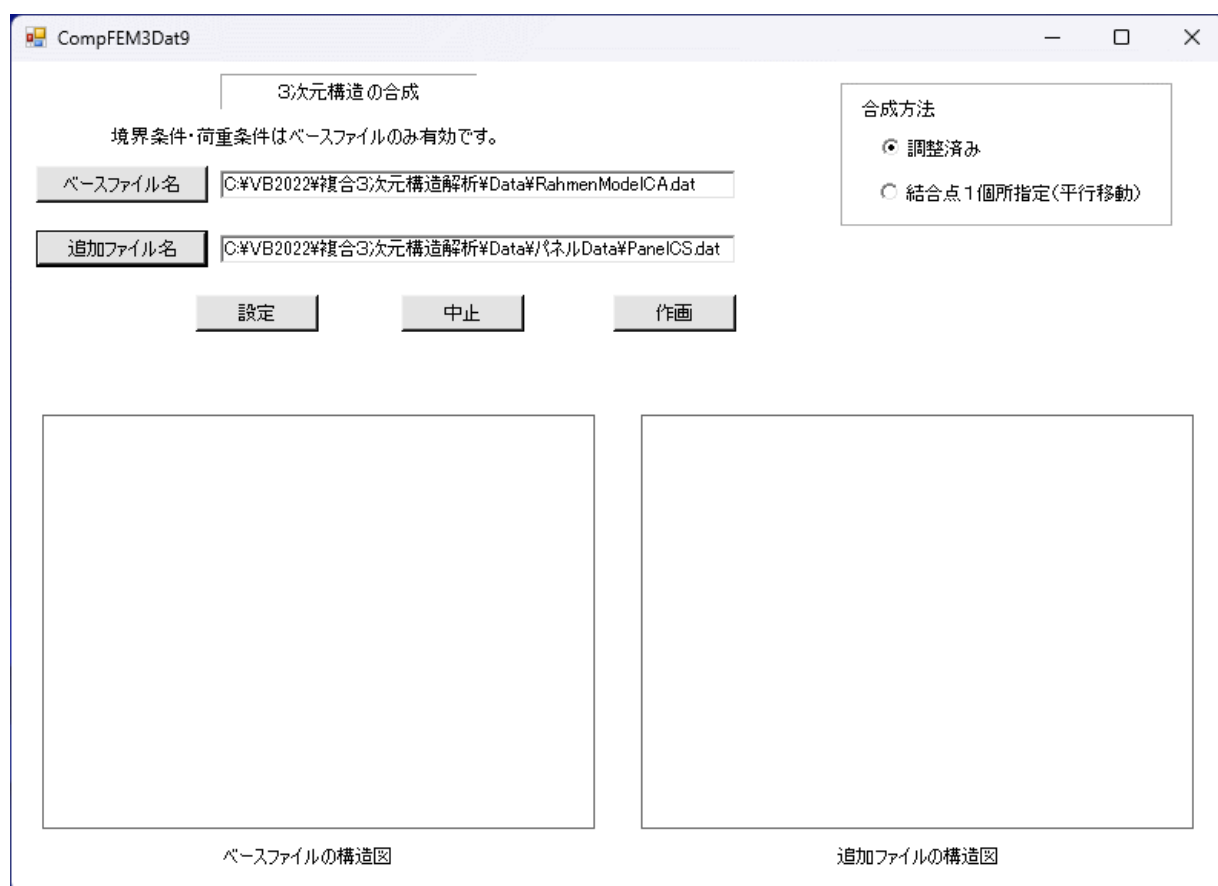
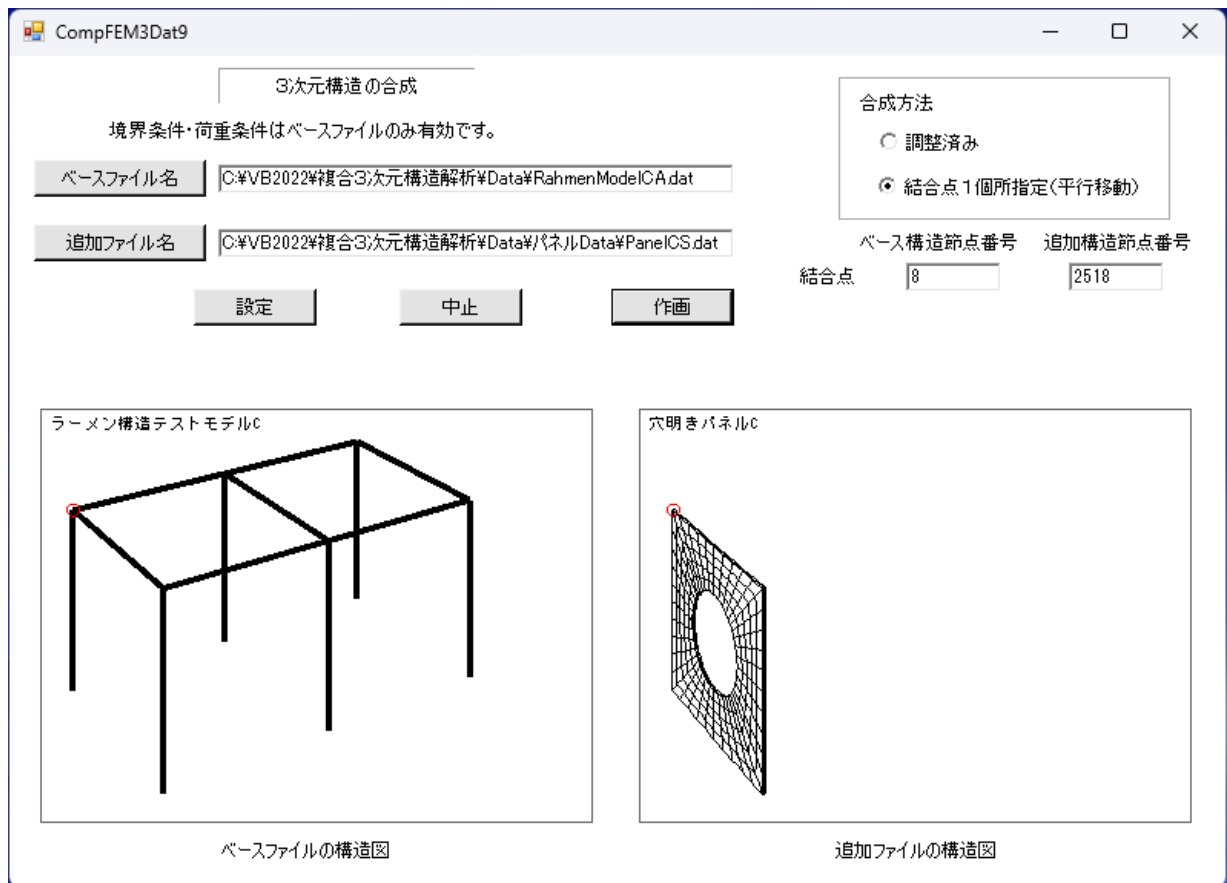

図4-2 合成ファイル設定画面（作画前）
図4-3 合成ファイル設定画面（作画有り）
1) サブメニューの「構造の合成」を選択すると、図4-2の合成ファイル設定画面となります。
- ①同画面で、ベースファイルと追加ファイルを設定します。「ベースファイル名」ボタン、または「追加ファイル名」ボタンをクリックすると、コモンダイアログでファイルを開く画面となり、それぞれの構造データファイルを選定して読み込みます。
節点どうして結合するということです。節点の指定は結合方法の下部に表示される結合点で行ないます（図4-3参照）。
- 2) 図4-2の画面で「作画」ボタンをクリックすると、図4-3のように2つの構造図が作画された画面となります。本作画により、合成する構造が間違っていないか確かめることができます。
◇結合点を指定した場合は、図4-3のように指定節点が赤丸で表示されます。